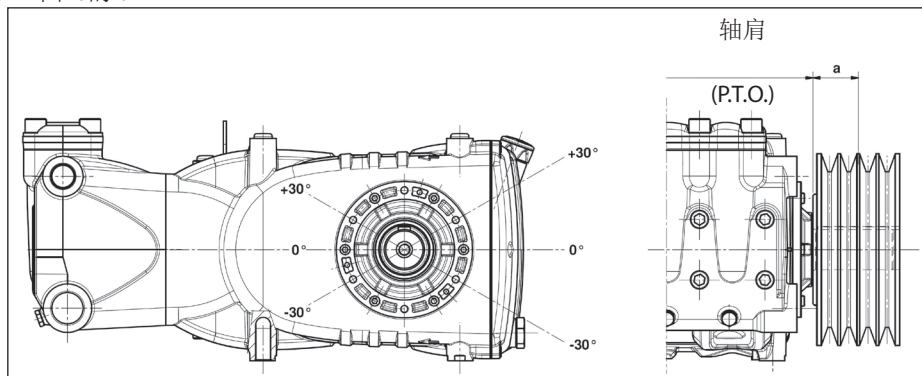

图10
泵轴上的径向载荷不能超过7500 N(布局定义所必须的数值)。只有该载荷作用在距离轴肩(P.T.O.)的一段最大长度 **a=40 mm**时，传动才被视为适当，见图10。
- b) 使用高效能皮带 - 例如**XPB**而不是**SPB** - 同样的功率传递, 使用的皮带数量会相对少, 继而相对轴肩(P.T.O.)的距离也会减少。图10的“a”。